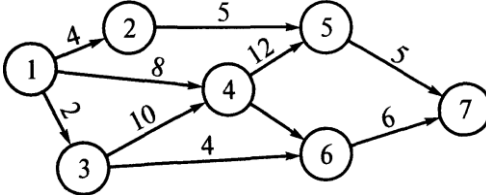

Рис. 5.3. Сетевой график (к задаче № 5)
5. Рассчитайте коэффициент напряженности работ сетевого графика, представленного на рис. 5.3, определите работы критической зоны [3].